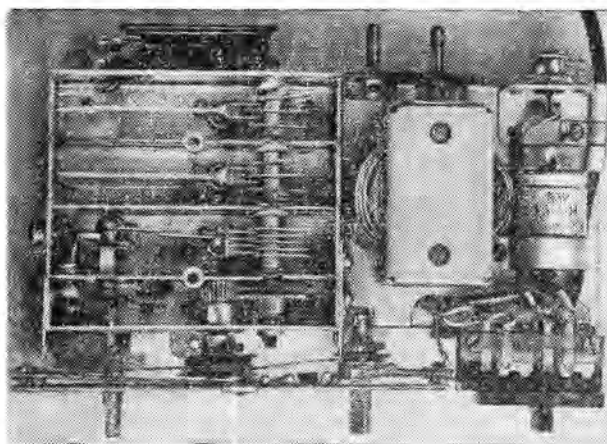

Рис. 2
**Конструкция.** ВЧ блок приставки собран в прямоугольном корпусе, разделенном на четыре отсека внутренними перегородками (рис. 2). В первых двух отсеках размещены четвертьволновые линии  $L_2$ ,  $L_3$ , антенная петля связи  $L_1$  (в первом отсеке) и петля связи с преобразователем  $L_4$  (во втором отсеке). В перегородке между первым и вторым отсеком прорезано окно, обеспечивающее необходимую степень связи между линиями  $L_2$  и  $L_3$  (немного выше критической). В третьем отсеке размещены детали преобразователя и полуволновая линия гетеродина  $L_5$ , а в четвертом — детали выходных цепей ( $Dr_2$ ,  $R_4$  и  $C_{14}$ ) и части механизмов: верньерного и перестройки конденсатора  $C_8$ .